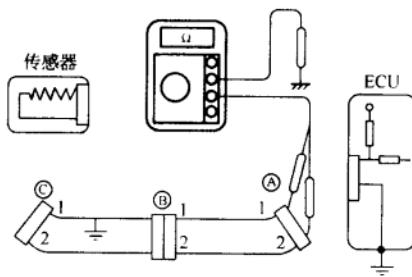

图 1-12 检查线路短路
2) 短路的检查方法。如果配线短路搭铁，则可通过检查配线与车身或搭铁是否导通来判断短路的部位，如图 1-12 所示。
① 脱开连接器④和⑥，测量连接器④的端子 1 和端子 2 与车身之间的电阻值。如果测得的电阻值分别为 0Ω 和 ∞ ，则说明连接器④的端子 1 与连接器⑥的端子 1 的配线与车身之间有短路搭铁故障。
② 脱开连接器⑤，分别测量连接器④的端子 1 和连接器⑥的端子 1 与车身（或搭铁线）之间的电阻值。如果测得的电阻值分别为 ∞ 和 0Ω ，则说明连接器⑤的端子 1 与连接器⑥的端子 1 之间的配线与车身之间有短路搭铁故障。